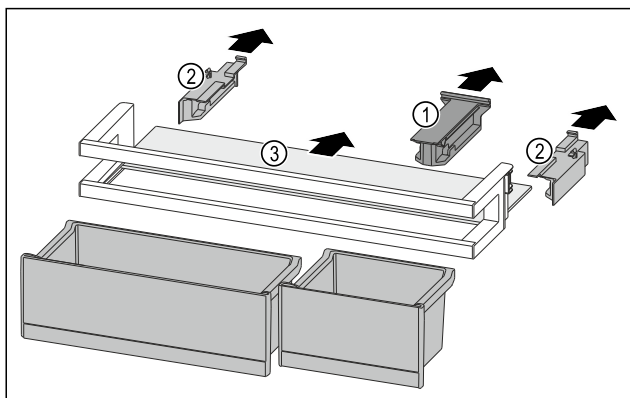

Fig. 251
- Halteteil Fig. 251 (1) abziehen.
- Seitenteile Fig. 251 (2) abziehen.
- Abstellfläche Fig. 251 (3) entnehmen.